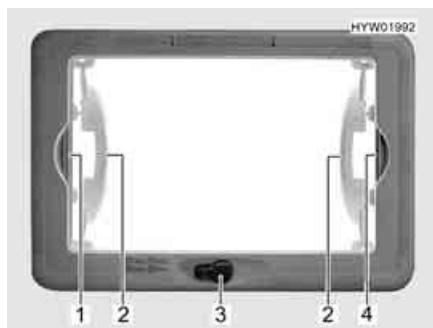

Fig. 67 Oblò sollevabile e ribaltabile
- Ruotare la manovella (Fig. 67,3) fino a quando non si incontra resistenza (angolo di apertura max. 70°).
- Afferrare ognuna delle maniglie (Fig. 67,2) con una mano e portare l'oblò sollevabile e ribaltabile nella posizione desiderata.
- Tirare la tendina oscurante pieghevole per la maniglia (Fig. 67,1) verso la maniglia contrapposta della zanzariera a rullo (Fig. 67,4) e farla innestare.
- Sganciare la maniglia della tendina oscurante pieghevole (Fig. 67,1).
**Chiusura:** ■ Tirare la zanzariera a rullo per la maniglia (Fig. 67,4) verso la maniglia contrapposta della tendina oscurante pieghevole (Fig. 67,1) e farla innestare.
**Apertura:** ■ Sganciare la zanzariera a rullo dalla maniglia della tendina oscurante pieghevole (Fig. 67,1).
■ Ricondurre lentamente la zanzariera a rullo accompagnandola con la maniglia (Fig. 67,4).